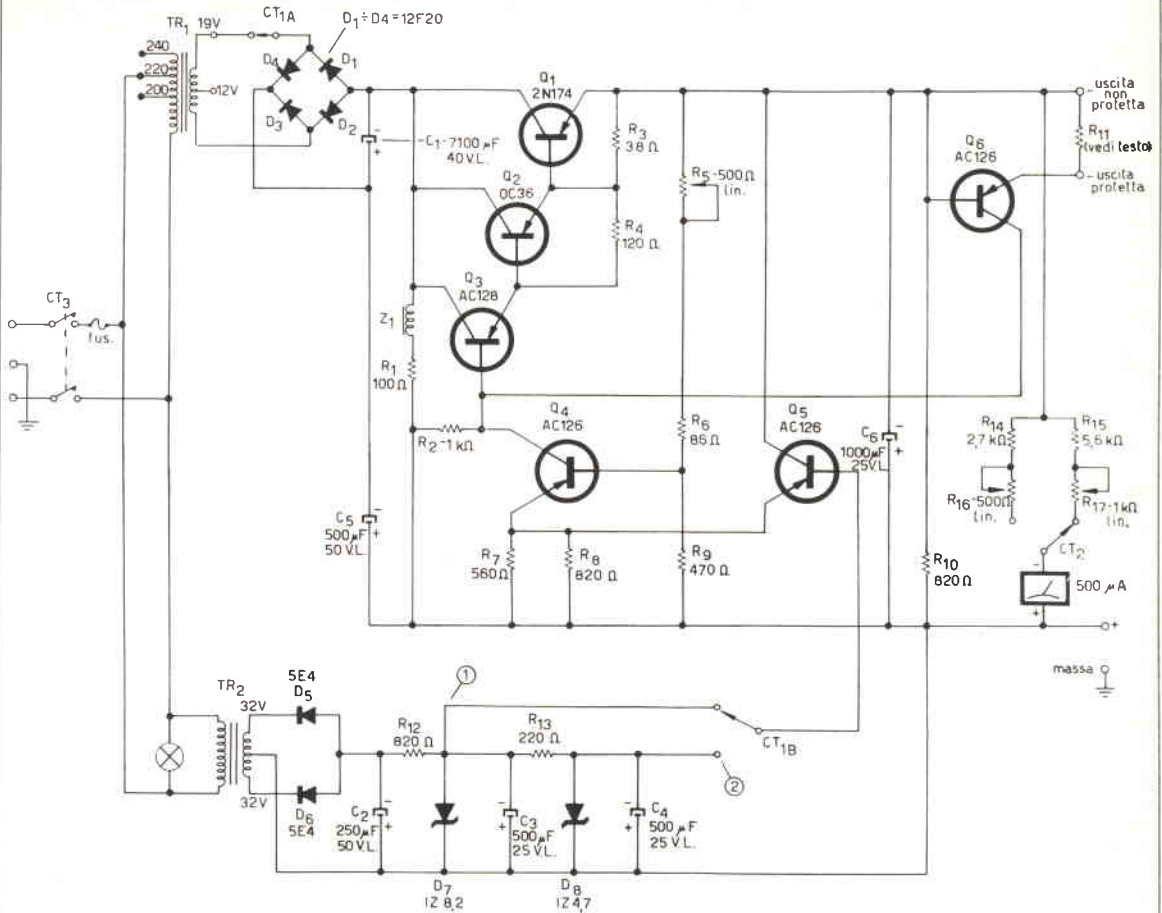

figura 2
In figura 2 è illustrato il circuito elettrico dettagliato. La tensione di alimentazione è fornita da due trasformatori separati T_1 e T_2 , rispettivamente per la tensione continua principale e per quella di riferimento.
- 2) La tensione continua nei punti 1) e 2) dello schema di figura 2 deve essere rispettivamente di 8,2 V e di 4,7 V rispetto al terminale positivo comune.
- 4) Inserendo la resistenza R_{11} che è direttamente connessa tra due morsetti serratifoli posti sul pannello frontale, cortocircuitando su un milliamperometro l'uscita protetta col terminale positivo e scegliendo uno dei valori di R_{11} indicati in tabella 1 si deve ottenere una corrente uguale a quella indicata nella tabella stessa e si deve verificare che sia indipendente dalla posizione di R_5 . Se la corrente di corto circuito è superiore a 1,4 A la prova deve essere molto breve (pochi secondi) (4).